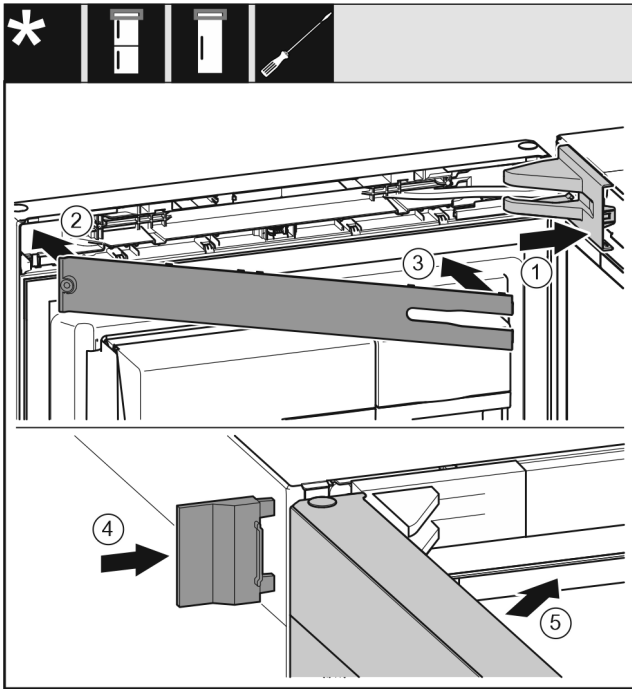

Fig. 44
- ▶ Установите и зафиксируйте крышку опорного кронштейна Fig. 44 (1), при необходимости осторожно разожмите ее.
- ▶ Установите накладку Fig. 44 (2).
- ▶ Подведите и защелкните накладку Fig. 44 (3).
- ▶ Надвиньте внешнюю крышку Fig. 44 (4).
- ▶ Закройте верхнюю дверь Fig. 44 (5).